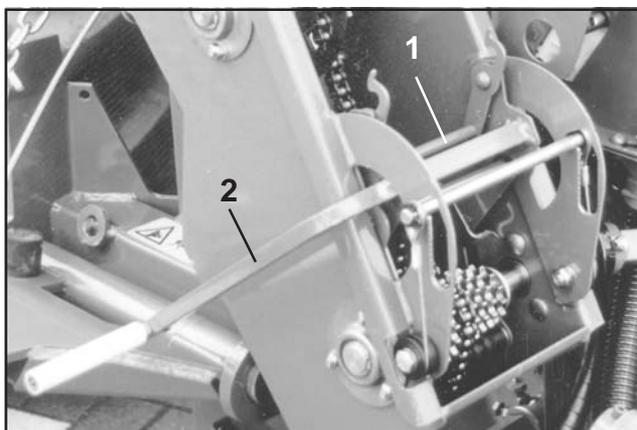

Fig. 7.26
- Die Abdehkurbel (7.26/2) bis in die abgebildete Endposition verschwenken und so die Ketten-Spanneinheit entlasten. Fig. 7.26 zeigt die entspannte Ketten-Spanneinheit.